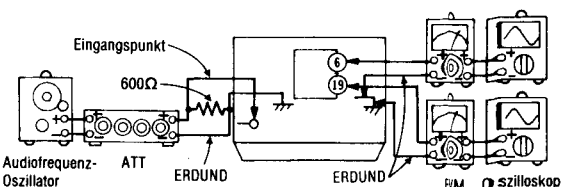

Abb. 9
1. Der Testaufbau ist in Abb. 9 gezeigt.
3. Mit dem Dämpfungswiderstand so justieren, daß die Ausgangsleistung zwischen Anschluß ⑥ (linker Kanal) {Anschluß ⑨ (rechter Kanal)} des IC401 und Masse 12,3mV beträgt.
4. Den Rauschunterdrückungs-Schalter (NR) einschalten und prüfen, ob der Pegel wie vorgeschrieben gegenüber dem Pegel im rauschunterdrückungsfreien Zustand verändert wird.